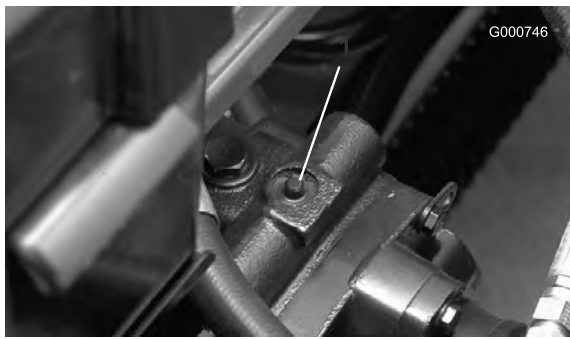

図 25
1. バイパス・バルブは可変吐出ポンプ (図 25) の上部に取り付けられている。バルブを右または左に90° 回転させると内部でバイパスが形成される。これにより、トランスミッションを破損することなく、機械を押して低速で移動できるようになる。